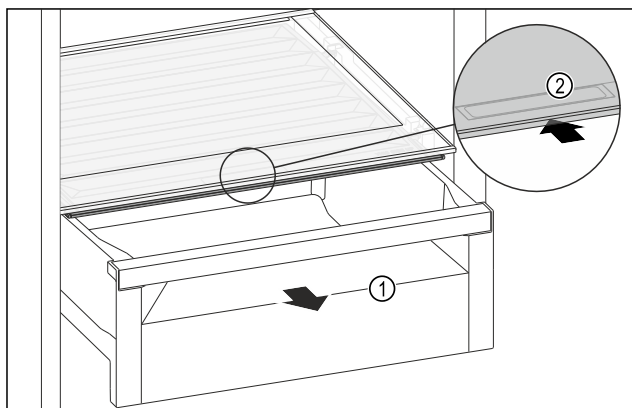

Fig. 156
- ▶ Dra ut utdragslådan Fig. 156 (1).
- ▶ Ta tag i fördjupningen Fig. 156 (2) på facklocket och skjut samtidigt facklocket bakåt.